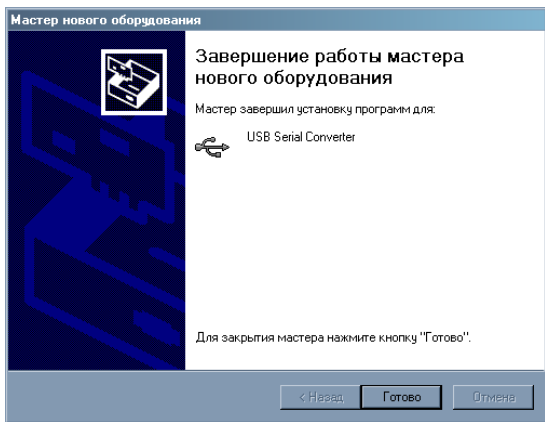

Рисунок 4
2.3.1.6 Дождаться пока операционная система скопирует драйверы на жесткий диск и в появившемся окне (рисунок 4) нажать кнопку «Готово».